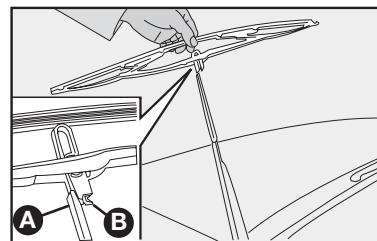

fig. 27
Substituição das palhetas do limpador do para-brisa - fig. 27
- 2) Tirar a palheta apertando a trava B-fig. 27 na haste A e simultaneamente empurrando-a para baixo, a seguir, desengatar a palheta da haste A;